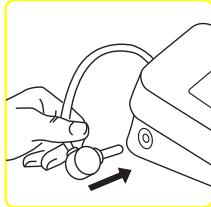

Fig. 1
- Acople el tubo de aire al conector (Fig. 1).